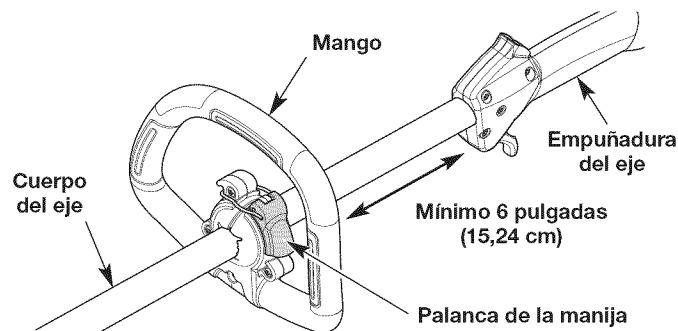

Fig. 2
1. Voltee la palanca de la manija hacia arriba para aflojarla (Fig. 2).
2. Sin dejar de sujetar la unidad en posición de operación (Fig. 9), mueva el mango hasta el lugar que le dé el mejor agarre. Colóquelo a una distancia mínima de 6 pulgadas (15.24 cm) de la base de la empuñadura del eje (Fig. 2).
3. Incline la manija como desee (Fig. 2).